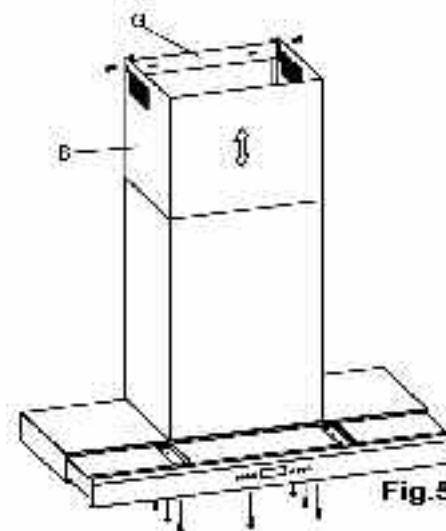

Fig. 5
– A continuación debe fijarse el soporte G en el extremo superior de la pared asegurándose de que la alineación respecto al tubo telescópico es la correcta. Extender la parte móvil del tubo B hasta alcanzar el soporte G y fijarlo con dicho soporte mediante los dos tornillos laterales. (Fig. 5).
– Finalmente, con la campana extendida y por su parte inferior, deben fijarse los tornillos (7 unidades) para la sujeción a la campana del tubo telescópico inferior (Fig. 5).